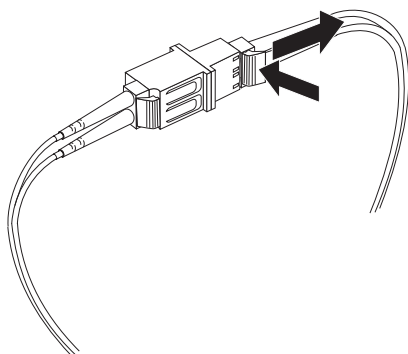

图 25. 从 LC-SC 光纤通道电缆适配器拔出 LC-LC 光纤通道电缆
2. 将电缆接头小心拉出。从 LC-SC 电缆适配器拔出 LC-LC 电缆时，确保捏住接头而不是电缆，如图 25 中所示。